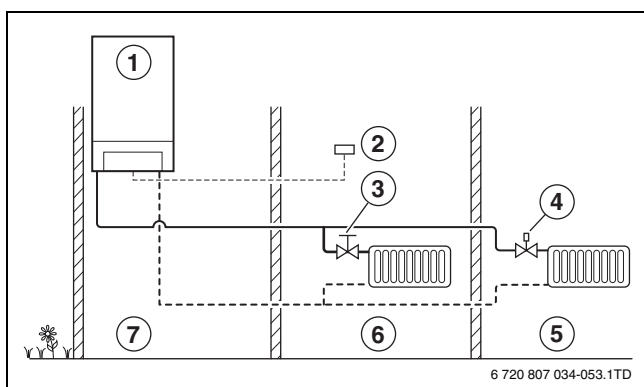

Bild 23 Regelprinzip der raumtemperaturgeführte Regelung
- Bei der raumtemperaturgeführte Regelung wird die Wunschtemperatur in 1 Raum durch die dort angebrachte Bedieneinheit (raumtemperaturgeführter Regler) geregelt. Für die richtige Temperaturregelung müssen Heizkörper mit manuellen Heizkörperventilen ausgeführt oder thermostatische Heizkörperventile vollständig geöffnet sein (→ Bild 23).